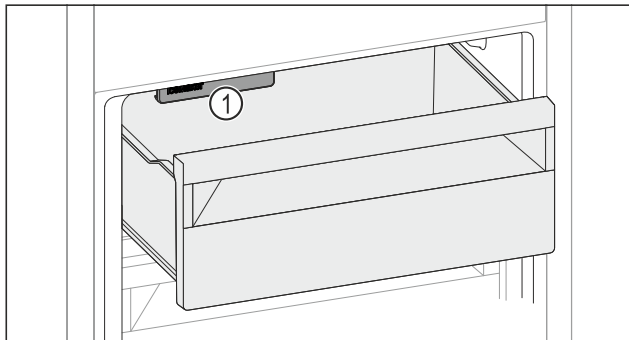

Fig. 162
- Upoštevajte IceMaker Fig. 162 (1).